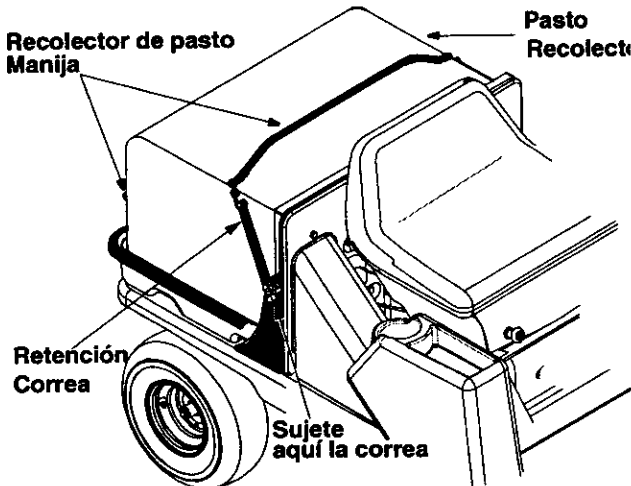

Figura 4
2. Tire de las dos correas de retención a ambos lados del recolector de pasto y ate los extremos de las correas con sus respectivos ganchos en el marco del vehículo. Vea Figura 4.